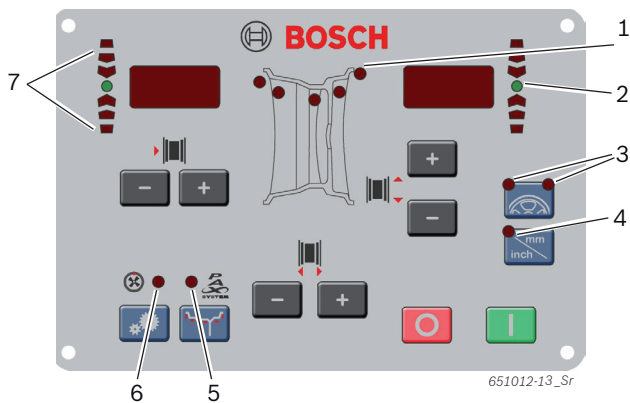

Fig. 5: LED en el campo de manejo/campo de visualización
➔ Mediante los LED (fig. 5, pos. 1) se indican las posiciones de los niveles de equilibrado para cada programa de equilibrado.
ii Cuando se selecciona un programa de equilibrado PAX se ilumina adicionalmente el LED Pax (fig.5, pos. 5).
- ⇒ Se iluminan ambos LED de la tecla <SPLIT> (fig. 5, pos. 3).
- ⇒ En cuanto se alcanza la posición para la fijación del contrapeso, se enciende el LED (fig.5, pos. 2). Un tono de señalización confirma la posición correcta (detrás de un radio).
-  Los LED en forma de flecha (fig. 5, pos. 7) indican la dirección en la que debe girarse la rueda para alcanzar la posición de 12 horas para la fijación del contrapeso.